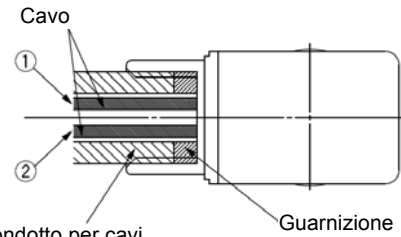

Figura 13
- Serrare il condotto come indicato nella Figura 13.